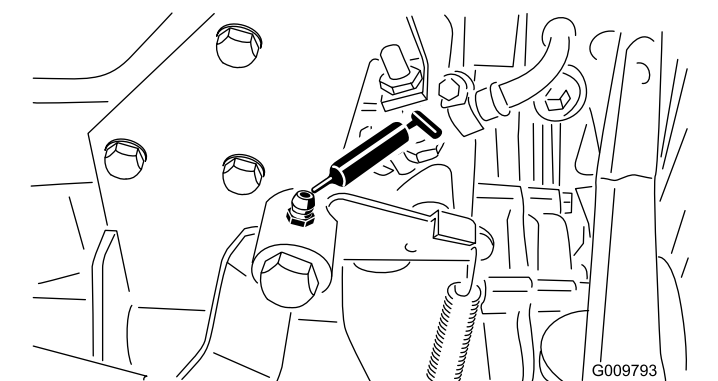

Figure 43
- Bras d'accélérateur (1) (Figure 43)